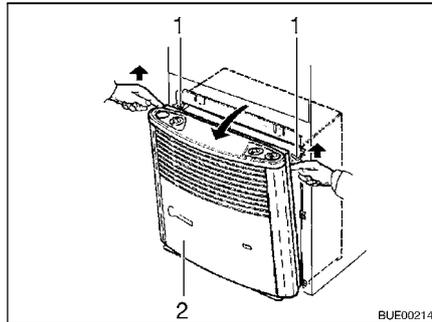

Fig. 117 Retirer habillage du chauffage
- Enlever l'habillage du chauffage (Fig. 117,2). Pour ce faire, tirer le haut de l'habillage vers l'avant, presser les ressorts de retenue (Fig. 117,1) latéralement vers le haut et rabattre l'habillage vers l'avant.